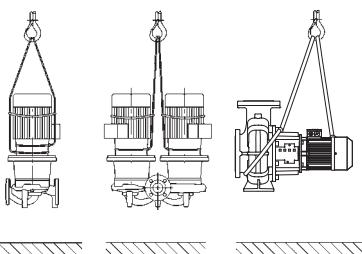

Fig. 32: Transport av pumpen
- Transportløkkene på motoren fungerer kun for å lede reimene ved opptak av lasten (Fig. 32).